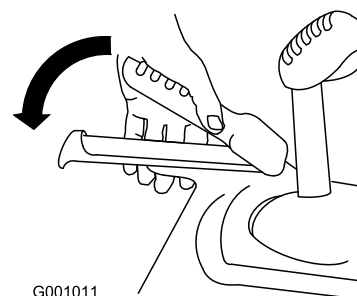

Рисунок 33
1. Для включения привода тяги прижмите левый рычаг (тяги) к рукоятке (Рисунок 33).